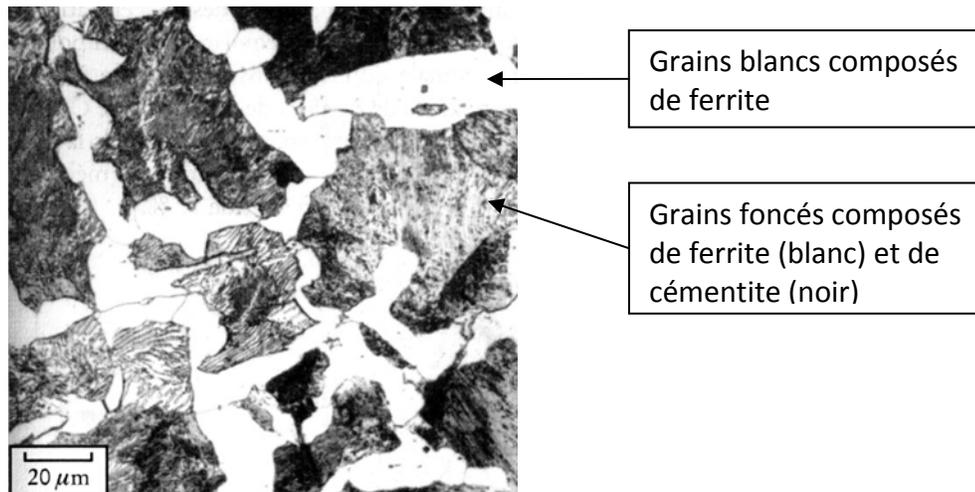

Figure 1 : Microstructure d'un acier doux. La fraction surfacique occupée par les grains de ferrite (grains blancs) est de 25 %.
À la Figure 1 est présentée une photo typique d'un acier doux ayant subi une normalisation. En vous aidant de cette photo, du diagramme d'équilibre fer-carbone, de la courbe de transformation – temps – température (TTT) et de la courbe de revenu fournies en annexe, répondez aux questions suivantes.
- a) Comment se nomme le constituant eutectoïde d'équilibre représenté sur la Figure 1 par les grains foncés composés de cémentite et de ferrite ? (1 point)
Dans la légende de la figure 1, on nous précise que la proportion du constituant ferrite primaire est de 25 %. Cette ferrite primaire ($\alpha_{primaire}$) se forme avant la réaction eutectoïde ($\gamma \rightarrow \alpha + Fe_3C$) à 723 °C. Alors : $f_{\alpha_{primaire}} = f_{phase \alpha_{724 C}}$